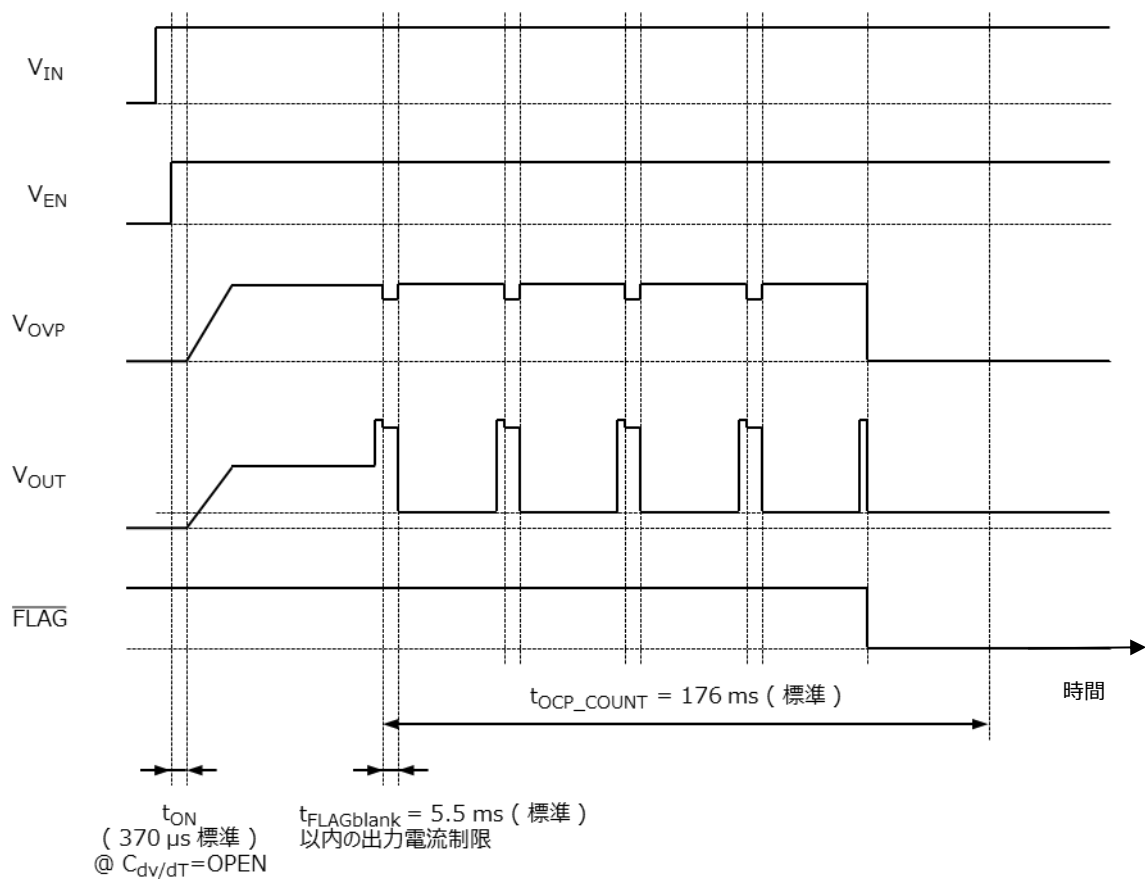

図 6.8 パルス状の過電流が連続して流れたときの過電流保護動作例
また、TCKE712BNL では、図 6.8 のように $t_{FLAGblank}$ 未満のパルス状の過電流が 短時間過電流制限カウント時間 $t_{OCP_COUNT} = 176\text{ ms}$ (標準) の期間内に 5 回発生すると、システムの異常と判断して出力をオフすると同時に $\overline{FLAG}$ も " H " レベルから " L " レベルに反転してラッチが掛かります。
② パルス状 (<5ms) の過電流が t_{OCP_COUNT} 間に 5 回発生後	t_{OCP_COUNT} : 過電流フラグ消去時間 (図 6.8 参照)